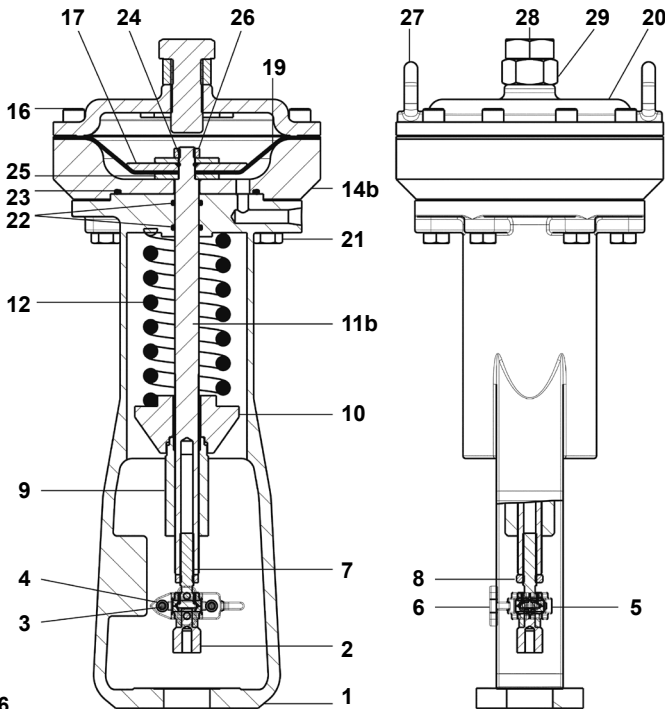

Fig. 11b - 596
4.4.1 Come sostituire il diaframma dell'attuatore e la rondella di tenuta (Fig. 11b - 596)
- Ruotare il tendimolla (9) per scaricare completamente la molla (12).
- Togliere viti (16) e coperchio (20) dall'attuatore.
- Togliere dado e O'ring (26, 24), sfilare il piatto diaframma (17) e il diaframma (19).
- Montare il nuovo diaframma (19).
- Rimontare il piatto diaframma (17), dado e O'ring (26, 24), e il coperchio (20) dell'attuatore.
- Rimontare viti (16) e serrarli con le coppie consigliate nel paragrafo 4.2.
4.4.2 Come sostituire la/le molla/e di regolazione (Fig. 11b)
- Svitare il tendimolla (9) e togliere il fondello (10).